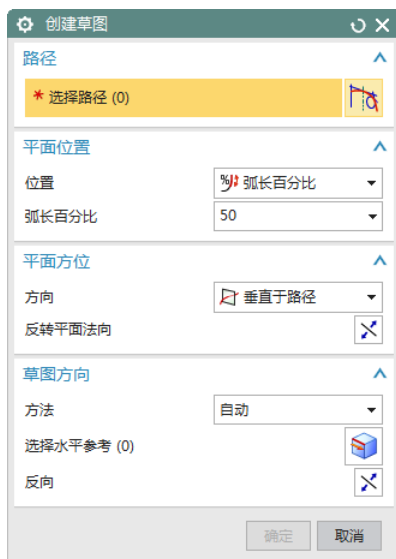

图 4-91 选择草图绘制面
(2) 选择“用户定义轮廓”类型，单击“绘制截面”图标，打开如图 4-91 所示的“创建草图”对话框。